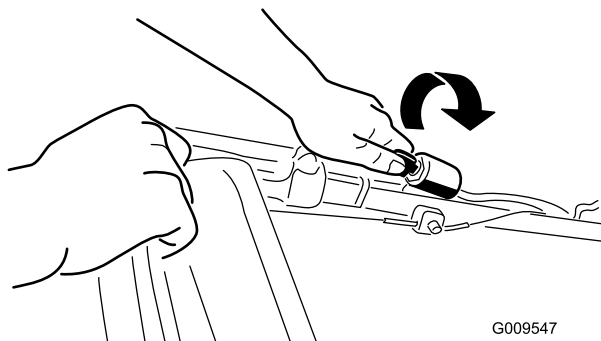
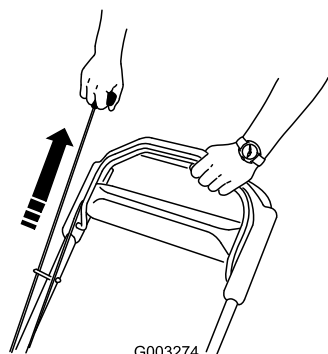

Figura 14
Figura 15
2. Girare la chiave di accensione (Figura 14) o tirare l'avviatore autoavvolgente (Figura 15).
Nota: Quando utilizzate l'avviatore autoavvolgente, tiratelo leggermente fino ad avvertire una certa resistenza, poi date uno strappo (Figura 15). Lasciate che il cordino si riavvolga nell'avviatore lentamente.